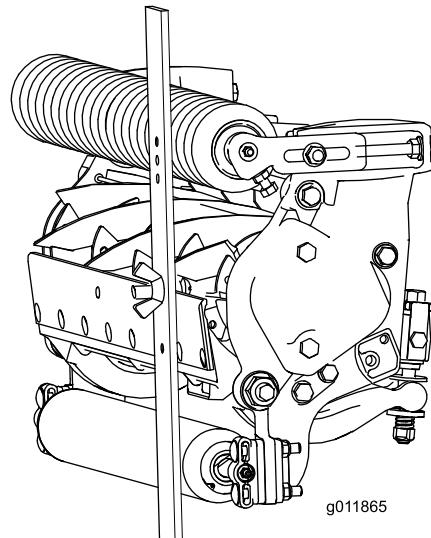

Bild 18
3. Haken Sie den Schraubenkopf an die Schnittkante des Untermessers ein, und stützen Sie das hintere Ende der Leiste auf der Heckrolle ab (Bild 18).
4. Drehen Sie die Einstellschraube, bis die Frontrolle die Messlehre berührt (Bild 18). Stellen Sie beide Enden der Rolle ein, bis die ganze Rolle parallel zum Untermesser ist.